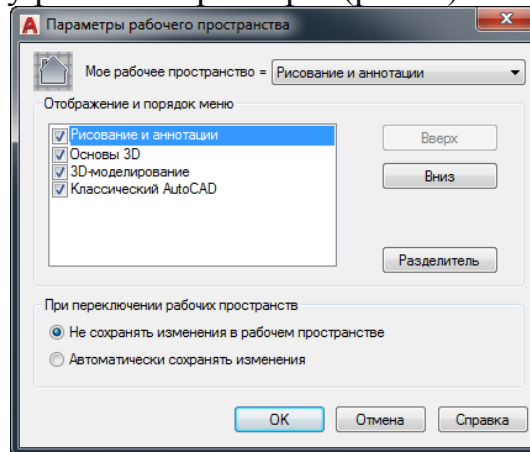

Рис. 2.
- 2) за допомогою опції "параметри робочого простору" ми викликаємо діалогове вікно, в якому можемо налаштувати відображення тих чи інших робочих просторів в списку робочих просторів (рис. 2).